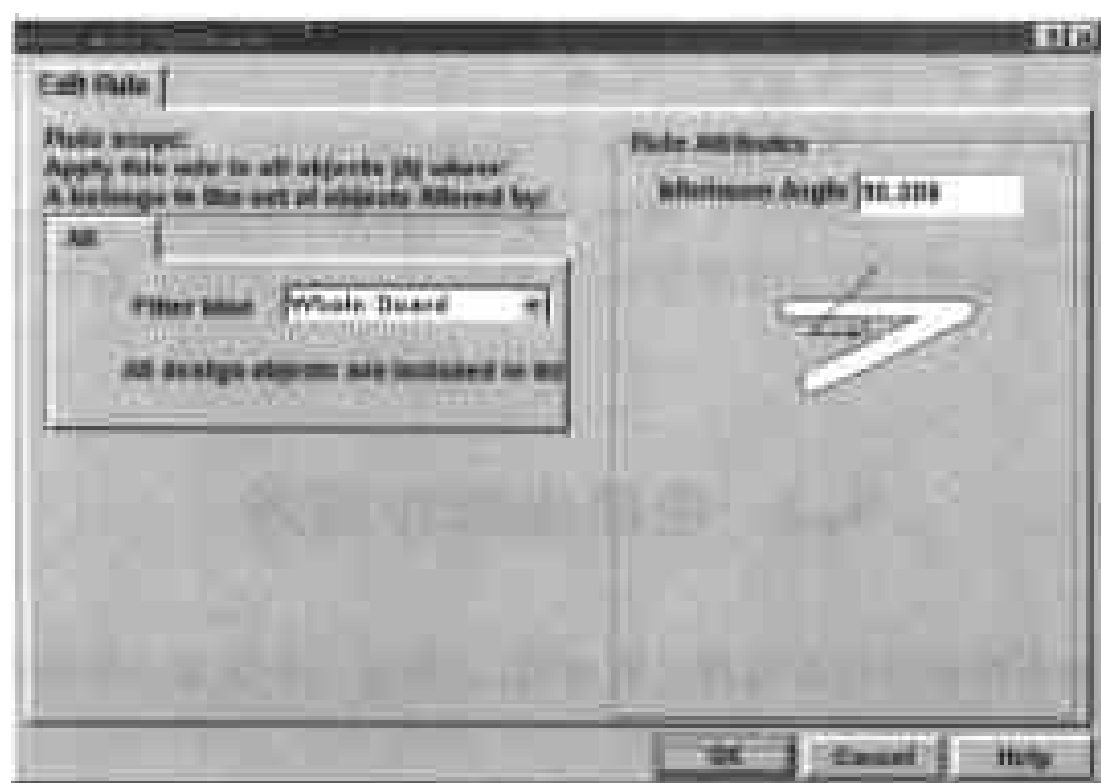

图 9-18 设置走线之间夹角的对话框
(2) 在对话框的 Rule Classes 选项的列表框中包含了所有能够影响电路板制作的设计规则,从中选择 Acute Angle Constraint,设置走线与走线之间的夹角。因为 Protel 99 没有提供预置的规则,因此对话框下部的方框中一片空白。
(3) 单击对话框底部的 Add 命令按钮,弹出如图 9-18 所示的对话框,在此对话框中用户可以设置新的走线与走线夹角的规则。